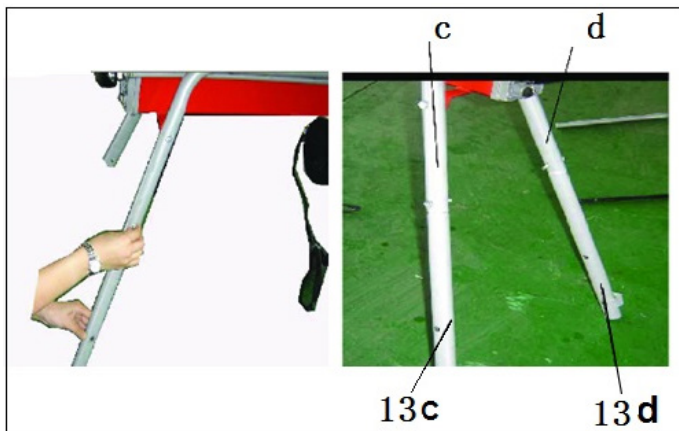

Fig.4
- c) Conectați suportul posterior (13c) la conducta de conectare (c) și conectați suportul din spate (13d) la conducta de conectare (d) prin șuruburi și piulițe (fig.4).